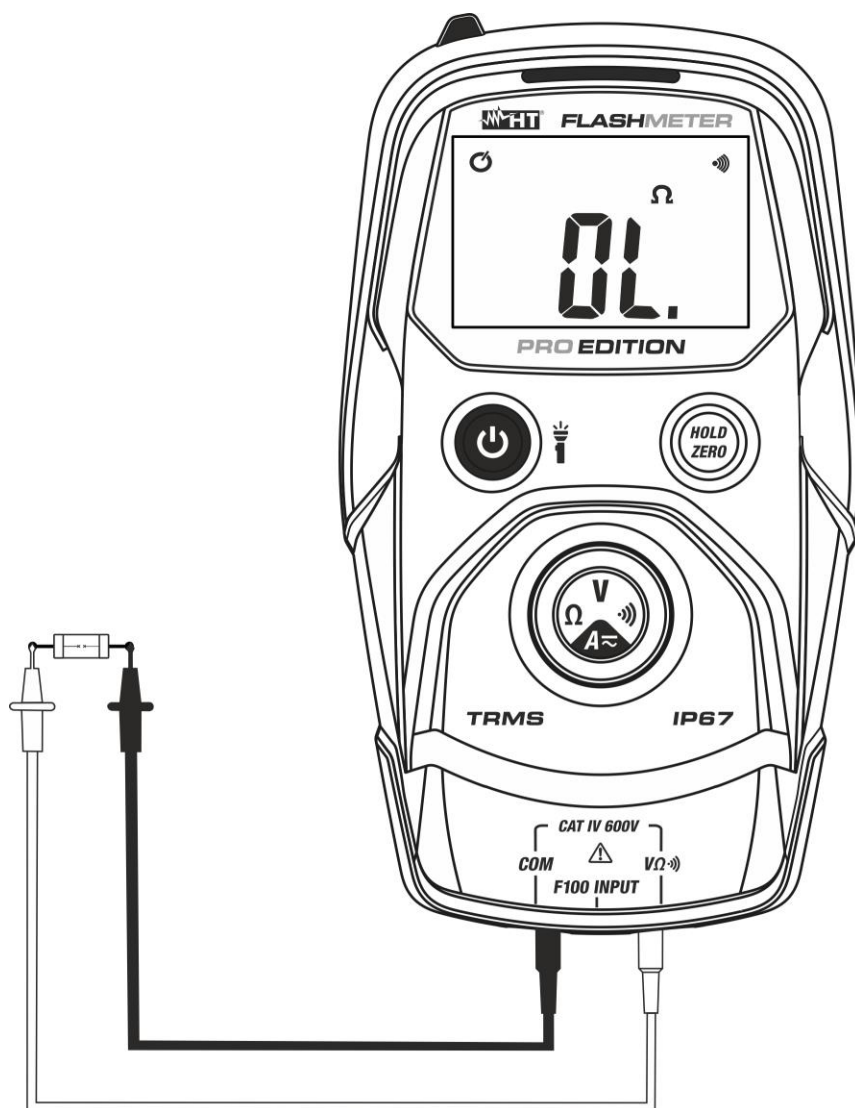

Fig. 6: Uso del instrumento para la prueba de continuidad
4. Posicione las puntas en el circuito examen (ver Fig. 6). El zumbador de continuidad estará activo para $R < 50\Omega$